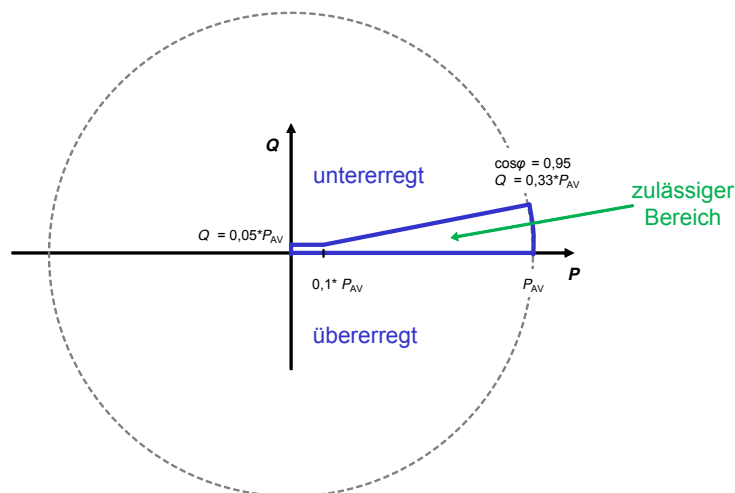

Bild 5: Zulässiger Bereich des Verschiebungsfaktors $\cos \varphi$ bei Wirkleistungsbezug der Kundenanlage - dargestellt im Verbrauchersystem
Bei **Bezug von Wirkleistung** aus unserem Mittelspannungsnetz gilt im gesamten Spannungsband und im gesamten Wirkleistungsbereich (siehe Bild 5):
- Eine Aufnahme von induktiver Blindleistung (I. Quadrant im Bild 5) in Höhe von bis zu maximal 5 % der vereinbarten Anschlusswirkleistung P_{AV} ist unabhängig von der Wirkleistung zulässig.